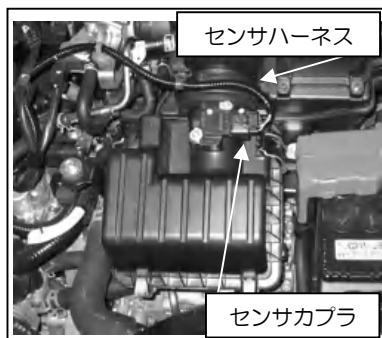
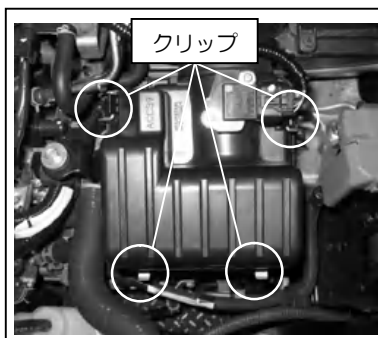

図1
図2
- ①バッテリーを取り外します。 ②エアフロセンサカプラを取り外し、センサハーネスをクリーナーBOXより切り離します。(図1参照) ③クリップ4ヶ所を取り外し、クリーナーBOX上側を取り外します。(図2参照) ④スロットル部のホースバンドを緩め、ブローバイホースを抜き、ボルト2ヶ所を緩め、クリーナーBOX下側を取り外します。(図3参照)